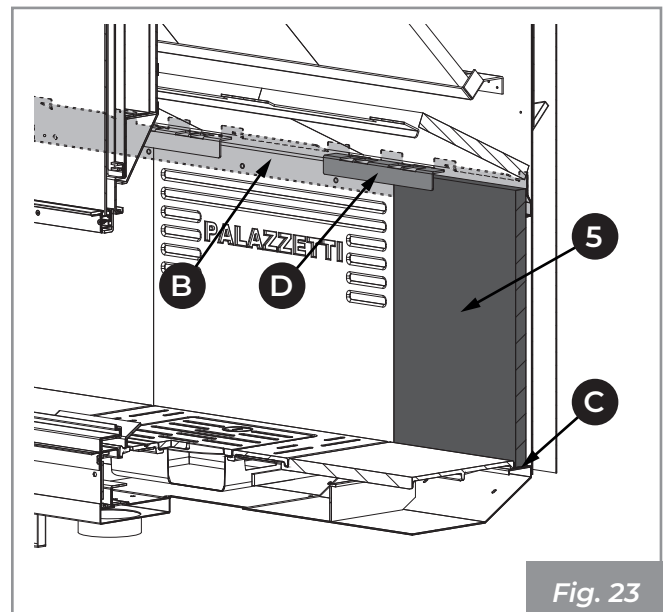

Fig. 23
- 3) Poser le fond réfractaire de gauche (5) contre la paroi de l'Ecomonoblocco et le faire délicatement glisser à leur place, en centrant le rail (C) présent dans la base en fonte (Fig. 23).
- 4) Bloquer le réfractaire avec la plaque (D) encastrable dans le support (B).